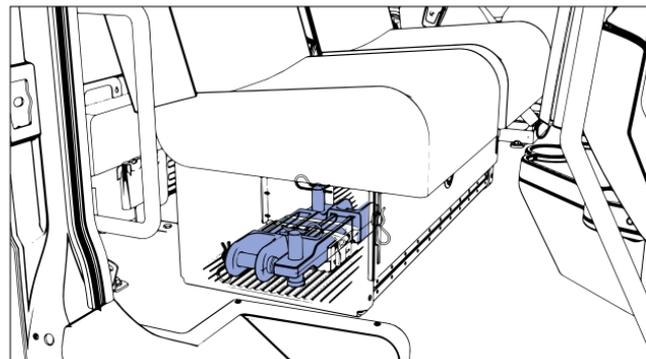

Figure 28 - Compartiment de rangement de la cabine sous le siège du passager
2. Ouvrez le compartiment de rangement de la cabine situé sous les sièges des passagers et repérez les crochets de remorquage, les goujons et les goupilles fendues (**Figure 28**).